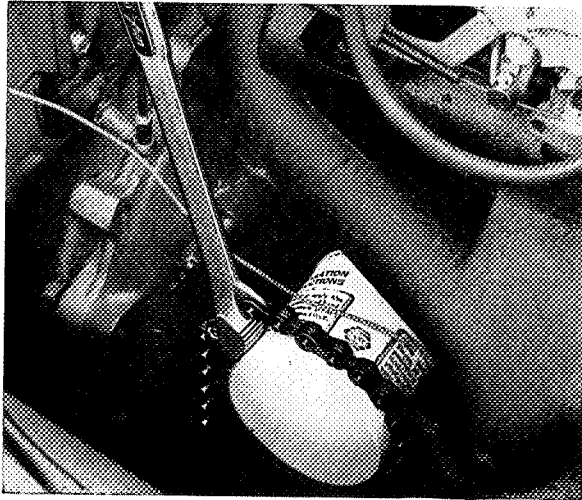

Fig. 2-57. Demontage van het oliefilter
1. Verwijder het oude filter met behulp van een kettingtang, zoals Fig. 2-57 laat zien.